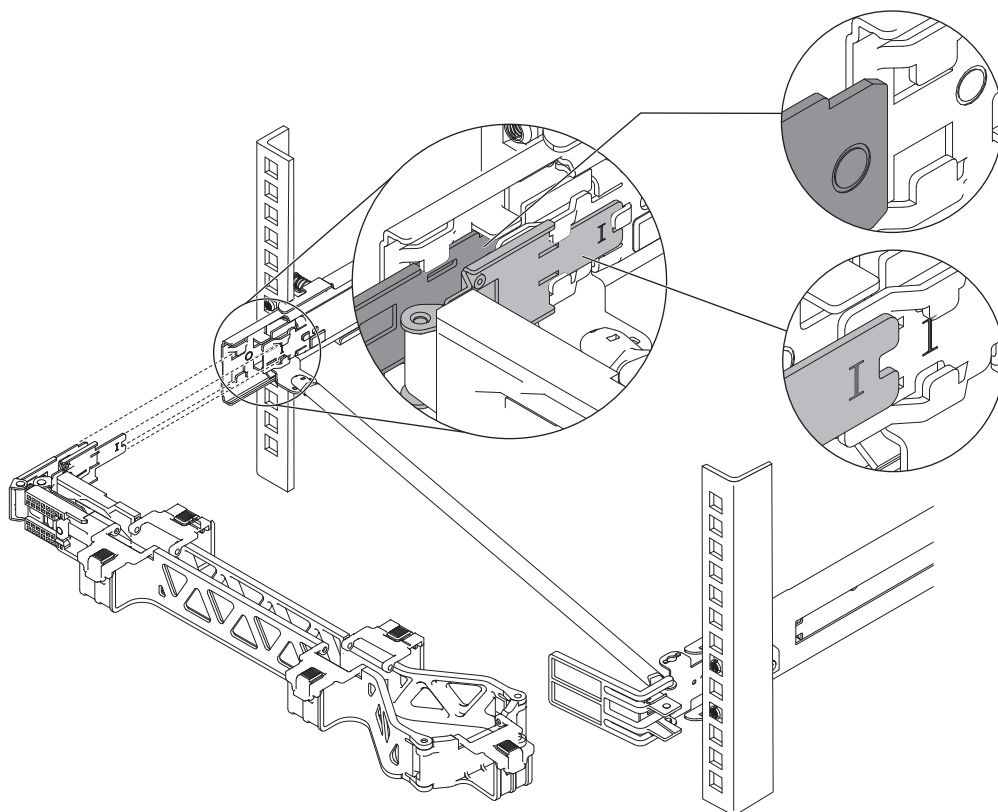

Figura 23. Instalando a trava do suporte para organização de cabos
4. Instale a trava do braço para organização de cabos, conforme exibido pela Figura 23 na página 29.